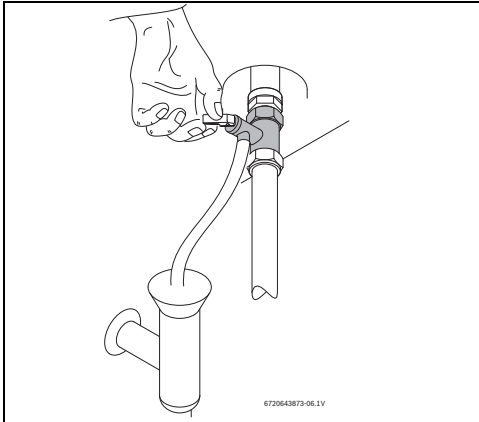

Рис. 9 Открытие предохранительного клапана вручную
- ▶ Откройте предохранительный клапан (рис. 9).
- ▶ Минимум один раз в месяц открывайте предохранительный клапан (рис. 9).